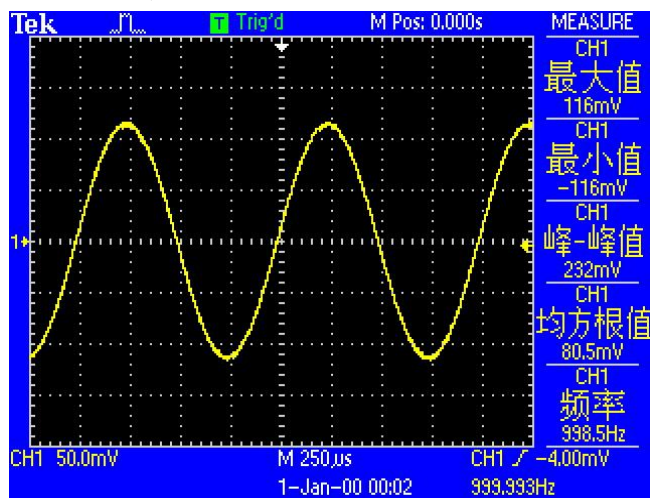

图 88. 待测信号参数图
3. 打开函数信号发生器电源，将参数设置为“波形：正弦波”、“幅值：80 mVrms”、“频率：1 kHz”、“输出阻抗：高阻”，待测信号参数如图 88 所示：